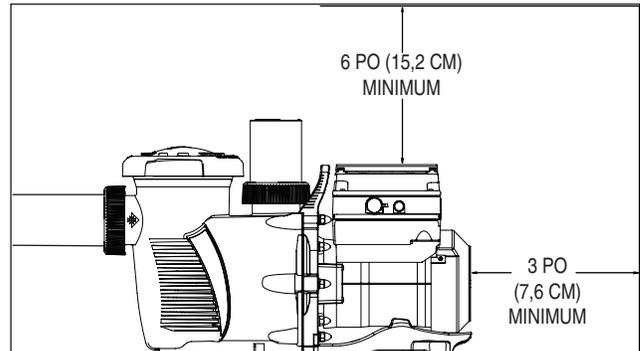

Figure 1 : Dégagement arrière et vertical de la pompe
6. Laissez un dégagement d'au moins 3 po (7,6 cm) derrière la pompe pour faciliter le retrait du moteur pour la maintenance et les réparations. Voir **Figure 1**.